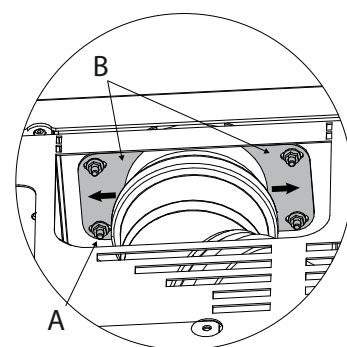

fig. 5.7a
Um Einstellungen vorzunehmen, lösen Sie die vier Muttern (A) und schieben Sie die beiden Halterungen (B) entlang der Schlitze, um eine gute Halterung zu gewährleisten (Abb. 5.7a)